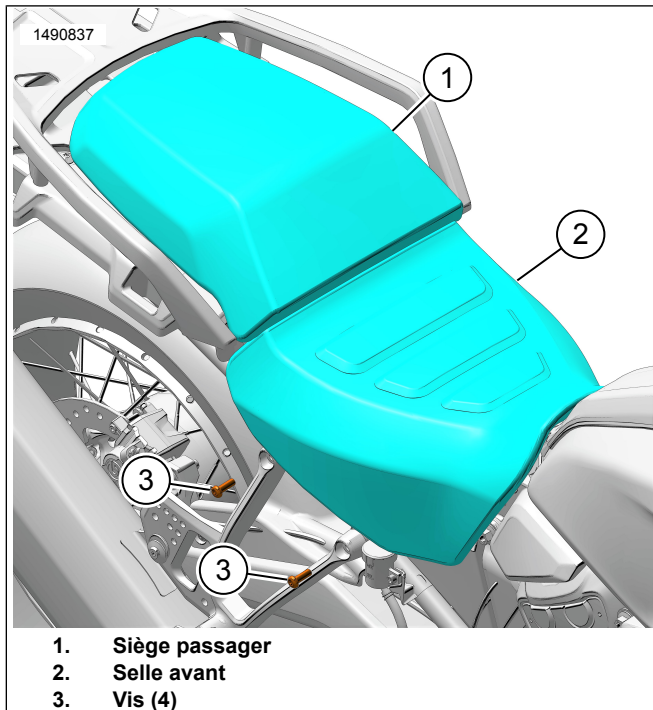

Figure 2. Selle
1. Voir la figure 2. Retirer le siège passager (1) et la selle (2). Consulter le manuel d'entretien.
2. Déposer les vis (3). Soutenir les repose-pieds des passagers selon les besoins.
1. Voir la figure 2. Installer la selle (2) et le siège passager (1). Consulter le manuel d'entretien.